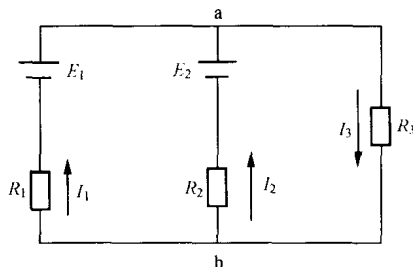

图 1-3 具有节点的直流电路
(9) 基尔霍夫第一定律。基尔霍夫第一定律的内容是: 电路中任一节点流进节点的电流之和 ( $\sum I_r$ ) 等于流出节点的电流之和 ( $\sum I_c$ ) 即  $\sum I_r = \sum I_c$ 。具有节点的直流电路如图 1-3 所示, 图 1-3 中, 流入 a 点的电流为  $I_1 + I_2$ , 流出 a 点的电流为  $I_3$ ,  $I_1 + I_2 = I_3$ ; 流入 b 点的电流为  $I_3$ , 流出 b 点的电流为  $I_1 + I_2$ ,  $I_3 = I_1 + I_2$ 。
(10) 基尔霍夫第二定律。电路中任何一个闭合回路内,